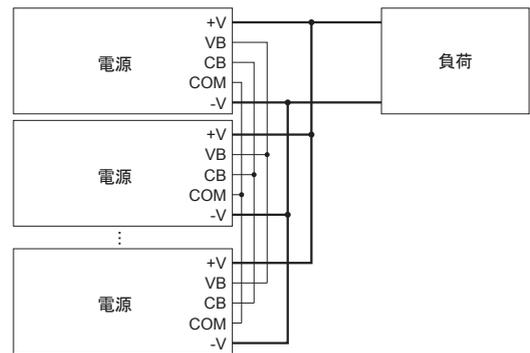

図2.2 並列運転時の接続
■図2.2の配線をするすることで、並列運転可能です。並列接続する全ての電源のCB（カレントバランス）端子、VB（ボルテージバランス）端子、COM端子どうしを接続してください。